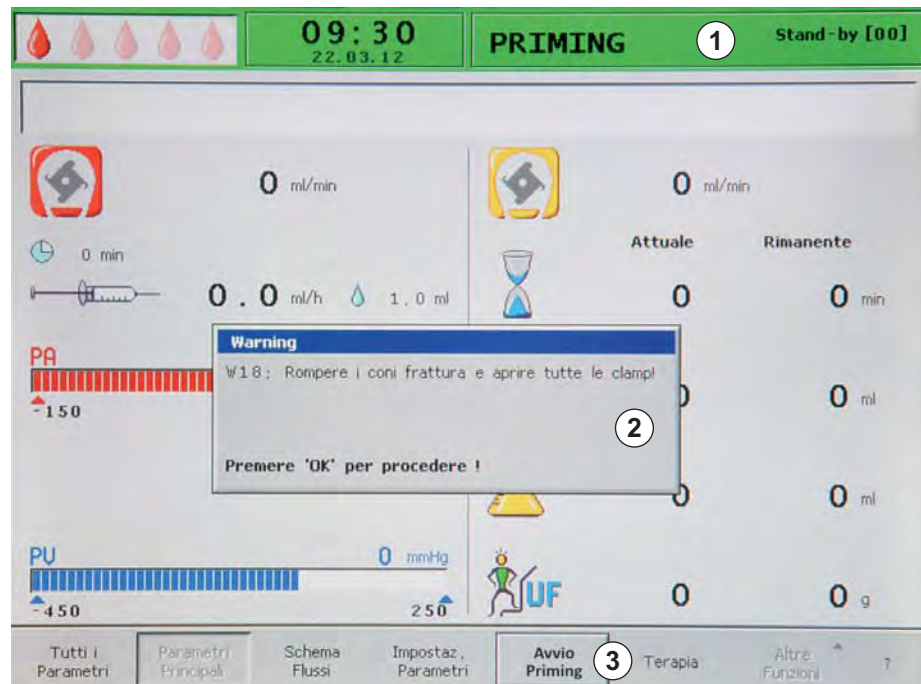

Fig. 6-2 Videata *Parametri Principali* – Avvio del priming
La barra di stato indica la fase in corso (*Priming*) e lo stadio della fase stessa (*Stand-by [00]*, Fig. 6-2, ① ).